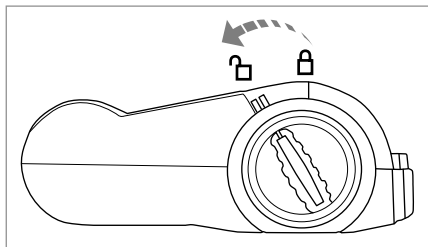

Abb. 7
- 2) Entriegeln Sie die Bürstenrolle **18**, indem Sie die Bürstenrollenentriegelung **17** in Richtung des Symbols  (offen) drehen (Abb. 7).